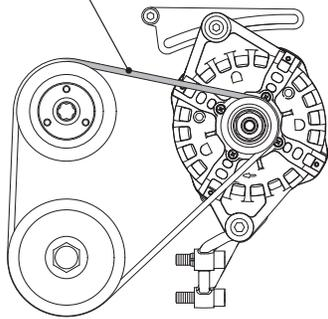

Figura 34. Tensado de la correa trapezoidal
1. Compruebe la tensión de la correa trapezoidal de poli y apriete según sea necesario (Figura 34).